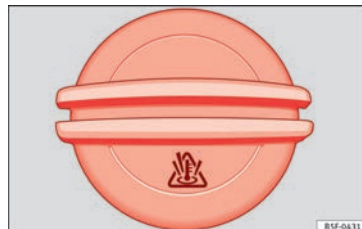

Fig. 245 En el vano motor: Tapón del depósito de expansión del líquido refrigerante.
- El depósito de expansión del líquido refrigerante se reconoce por el símbolo  del tapón » fig. 245.